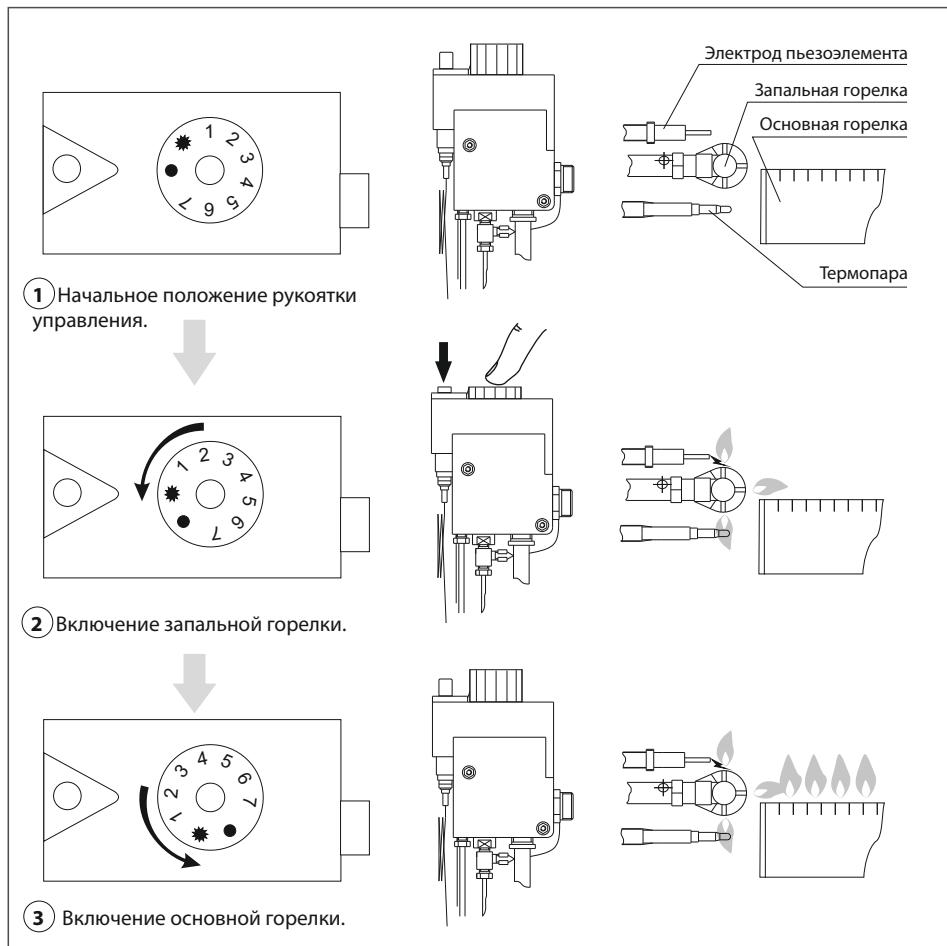

Рис. 9. Пуск котла з газовим клапаном 630 EUROSIT.
7.4.1. Пуск и работа котла (рис.9).